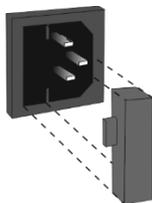

Рисунок 4. Держатель предохранителя
- 8.3 **Замена предохранителя.** Отсоедините прибор от сети и сетевой кабель из разъема на задней панели прибора. Откройте держатель предохранителя (рис. 4), выдвинув его. Проверьте предохранитель и при необходимости замените, М 2 А для LMC-56 (тип **M** - time lag: **Medium**).